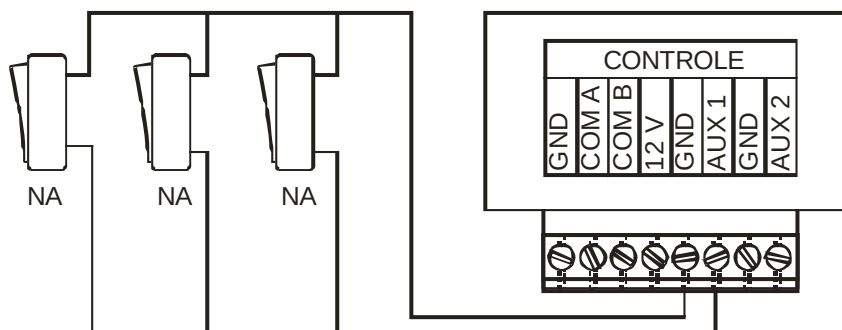

Figura 30 - Ligação da conexão auxiliar 1 - pulsador
O esquema de ligação é mostrado na Figura 30. A ligação deve ser feita com um interruptor do tipo normalmente aberto (NA), e que possua mola de retorno (não permanece fechado). O acionamento é feito simplesmente conectando o terminal AUX1 com o terminal GND. *Não deve ser feito nenhum outro tipo de ligação, principalmente não se deve ligar nenhuma voltagem ou corrente nestes terminais.*
Semelhante ao pulsador. Com esta inovação é possível ir diretamente para uma cena através dos comandos de pulsos, que são efetuados através da entrada auxiliar 1 do RDM, com um fechamento de contato seco entre a entrada auxiliar 1 e o GND da fonte do RDM (ver Figura 30). A tabela para os comandos por pulso é a seguinte: